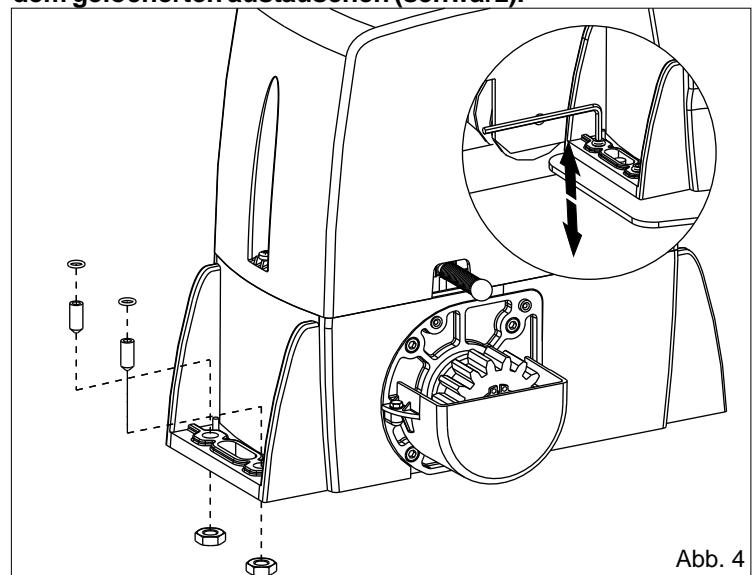

Abb. 4
**4.1.** Die 4 Stifte in die dafür vorgesehenen Bohrungen einsetzen, sodass die Höhe des Antriebs auf der Platte eingestellt werden kann (Abb.4).